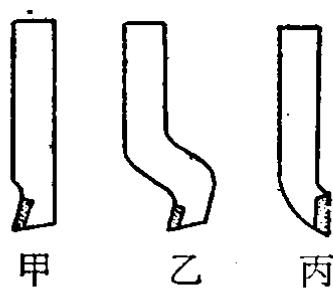

图11 刨刀的刀头形状
(1) 直头刨刀(图11甲)：刨刀刀杆纵向是直的，刀杆结构简单，容易制造。
(2) 弯头刨刀(图11乙)：刨刀头部向后弯曲的都叫弯头刨刀。切削时，刀尖向后上方弹起，不会啃入工件，可避免打刀或啃伤工件。这种刨刀应用很广。
(3) 偏刨刀(图11丙)：刨刀头部偏向一边，适于加工零件的侧面。